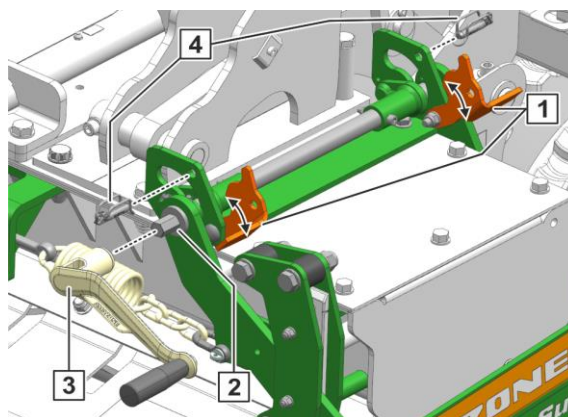

Fig. 151
1. Afmonter ringsplitterne (Fig. 151/4).
2. Sæt betjeningsværktøjet (Fig. 151/3) på indstillingsakslen (Fig. 151/2).
3. Drej betjeningsværktøjet i retning med uret for at aflaste holdevinklerne (Fig. 151/1).